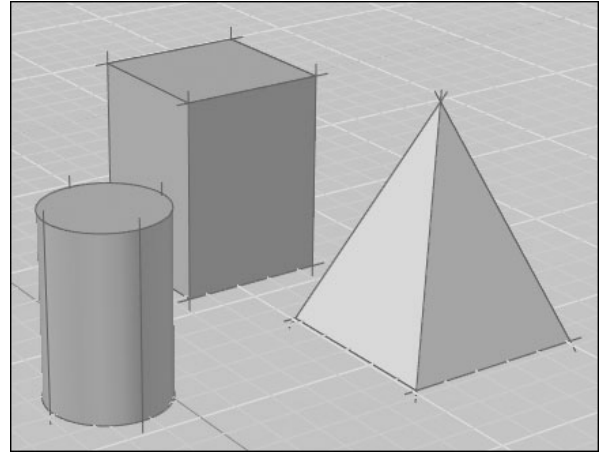

Fig.22.12
- ▶ **Bouton Saillie et Paramètre** (Overhang) : prolonge les lignes au-delà de leur intersection, pour donner un effet dessin manuel (fig.22.12). Ce bouton permet d'activer et de désactiver l'effet de saillie. Lorsqu'il est activé, vous pouvez modifier le paramètre.